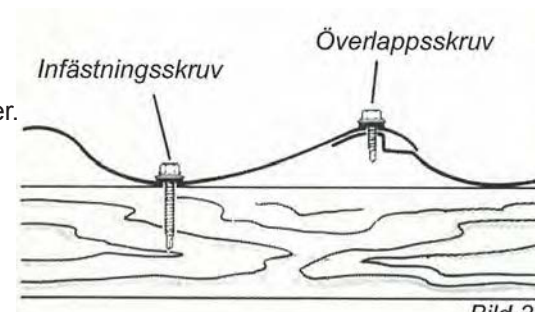

Bild 3
- Montera Borgia pannan med våran självborrande skruv 4,9x35 mm. Skruven skall monteras i varannan profilbotten (Se bild 3). Längs takfot ochnock samt vid ev. tvärgående skarv skall skruv monteras i varje profilbotten.